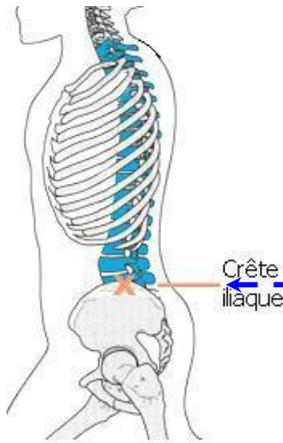

Figure 7 – Location de la crête iliaque
7. À l'aide des fenêtres de la crête iliaque, figure 2-F, faire monter ou descendre le gabarit jusqu'à ce que la pointe de la crête, figures 7 et 8, touche le rebord supérieur de la fenêtre de la crête iliaque.